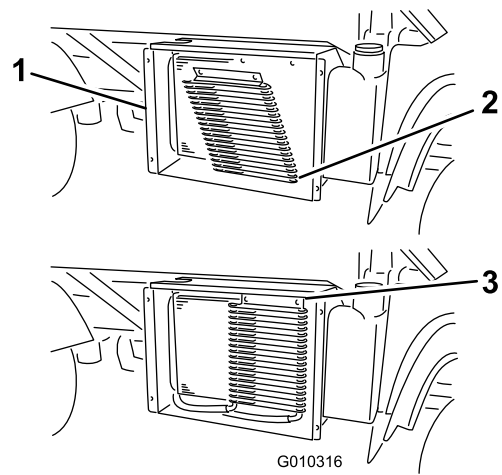

Figura 15
1. Inserite le linguette di montaggio del refrigeratore nelle fessure sotto il radiatore (Figura 15).
2. Ruotate il refrigeratore verso l'alto e bloccatene la parte superiore sul radiatore con fissaggi da 1/4 di giro (Figura 15).